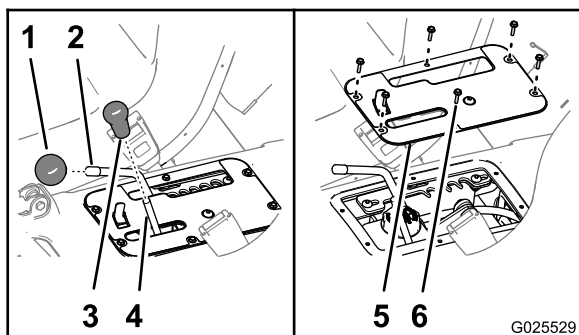

Рисунок 68
1. Снимите ручки с рычага гидравлического механизма подъема и рычага диапазона скоростей (Рисунок 68).
2. Выверните 6 винтов с шестигранными головками с буртиками (#10 x 3/4 дюйма), которые крепят плоскую крышку консоли рычагов управления к основанию сиденья, и снимите плоскую крышку (Рисунок 68).
6. Совместите отверстия в плоской крышке консоли рычагов управления с отверстиями в основании сиденья (Рисунок 68).
7. Прикрепите плоскую крышку к основанию с помощью 6 винтов с шестигранными головками с буртиками (Рисунок 68), снятых при выполнении действий, описанных в пункте 2.
8. Наверните ручки на стержни рычага гидравлического механизма подъема и рычага диапазона скорости (Рисунок 68).
2. Снимите ручки с рычага гидравлического механизма подъема и рычага диапазона скоростей (Рисунок 68).
3. Выверните 6 винтов с шестигранными головками с буртиками (#10 x 3/4 дюйма), которые крепят плоскую крышку консоли рычагов управления к основанию сиденья, и снимите плоскую крышку (Рисунок 68).
9. Совместите отверстия в плоской крышке консоли рычагов управления с отверстиями в основании сиденья (Рисунок 68).
10. Прикрепите плоскую крышку к основанию с помощью 6 винтов с шестигранными головками с буртиками (Рисунок 68), снятых при выполнении действий, описанных в пункте 3.
11. Наверните ручки на стержни рычага гидравлического механизма подъема и рычага диапазона скоростей (Рисунок 68).